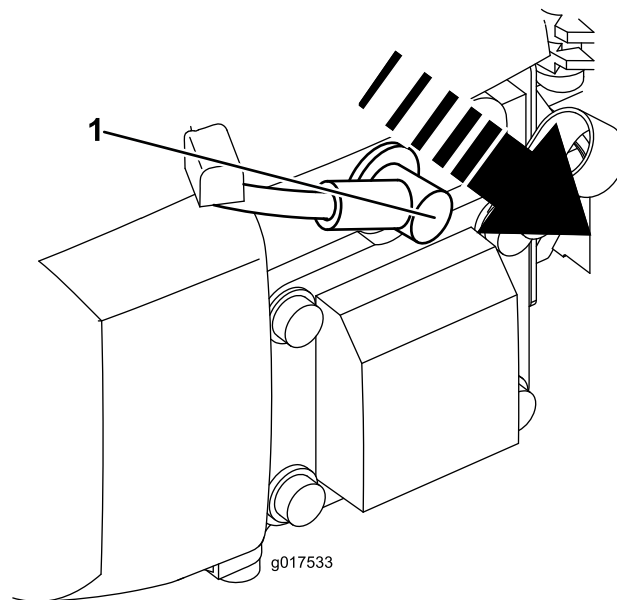

Рисунок 15
2. Отсоедините провод от свечи зажигания (Рисунок 15), прежде чем выполнять любые процедуры технического обслуживания.